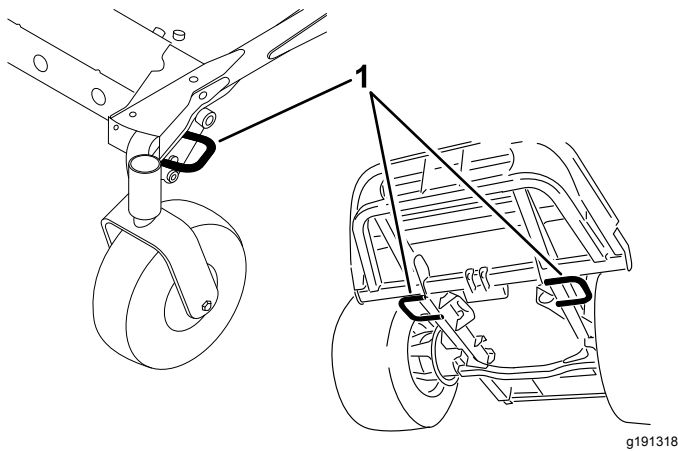

Figure 62
5. Servez-vous des points d'attache de la machine pour l'arrimer solidement sur la remorque ou le véhicule de transport au moyen de sangles, chaînes, câbles ou cordes (Figure 62).